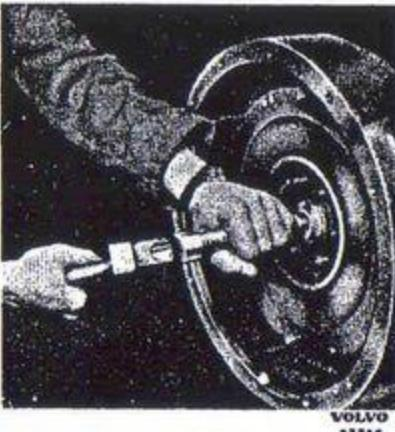

Bild 52. Montering av kopplingsaxeins kullager.
- Rengör legret i kristallolja och kontrollera delsamma. Rullar lagret lätt utan att hugga och utan att något nämnvärt glapp kan märkas, smörjes det med fordonsfett 20 och monteras åter. Eljest byts kullagret ut mot ett nytt. Använd vid monteringen dorn SVO 2094; bild 52. Montera alltid ny läsbricka.